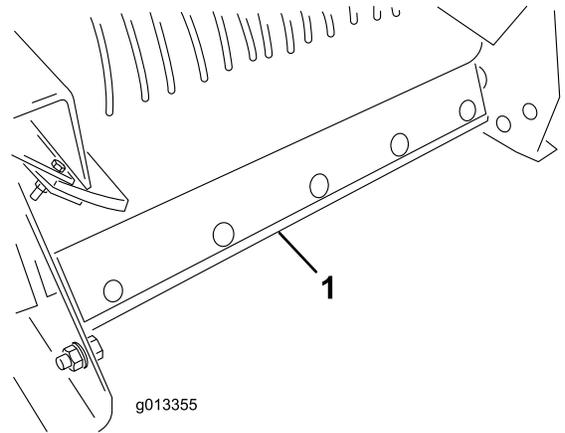

图50
5. 拆下 ProPass 后面的输送带清洁刮板组件（图50）。